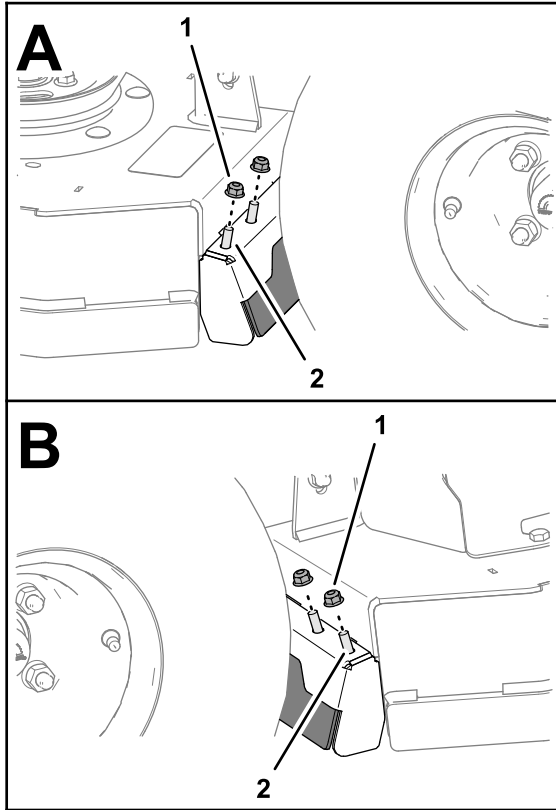

Figura 46
1. Retire las 2 contratuercas con arandela prensada (5/16") que sujetan el soporte del deflector izquierdo (Figura 46).
2. Retire las 2 contratuercas con arandela prensada (5/16") que sujetan el soporte del deflector derecho (Figura 46).